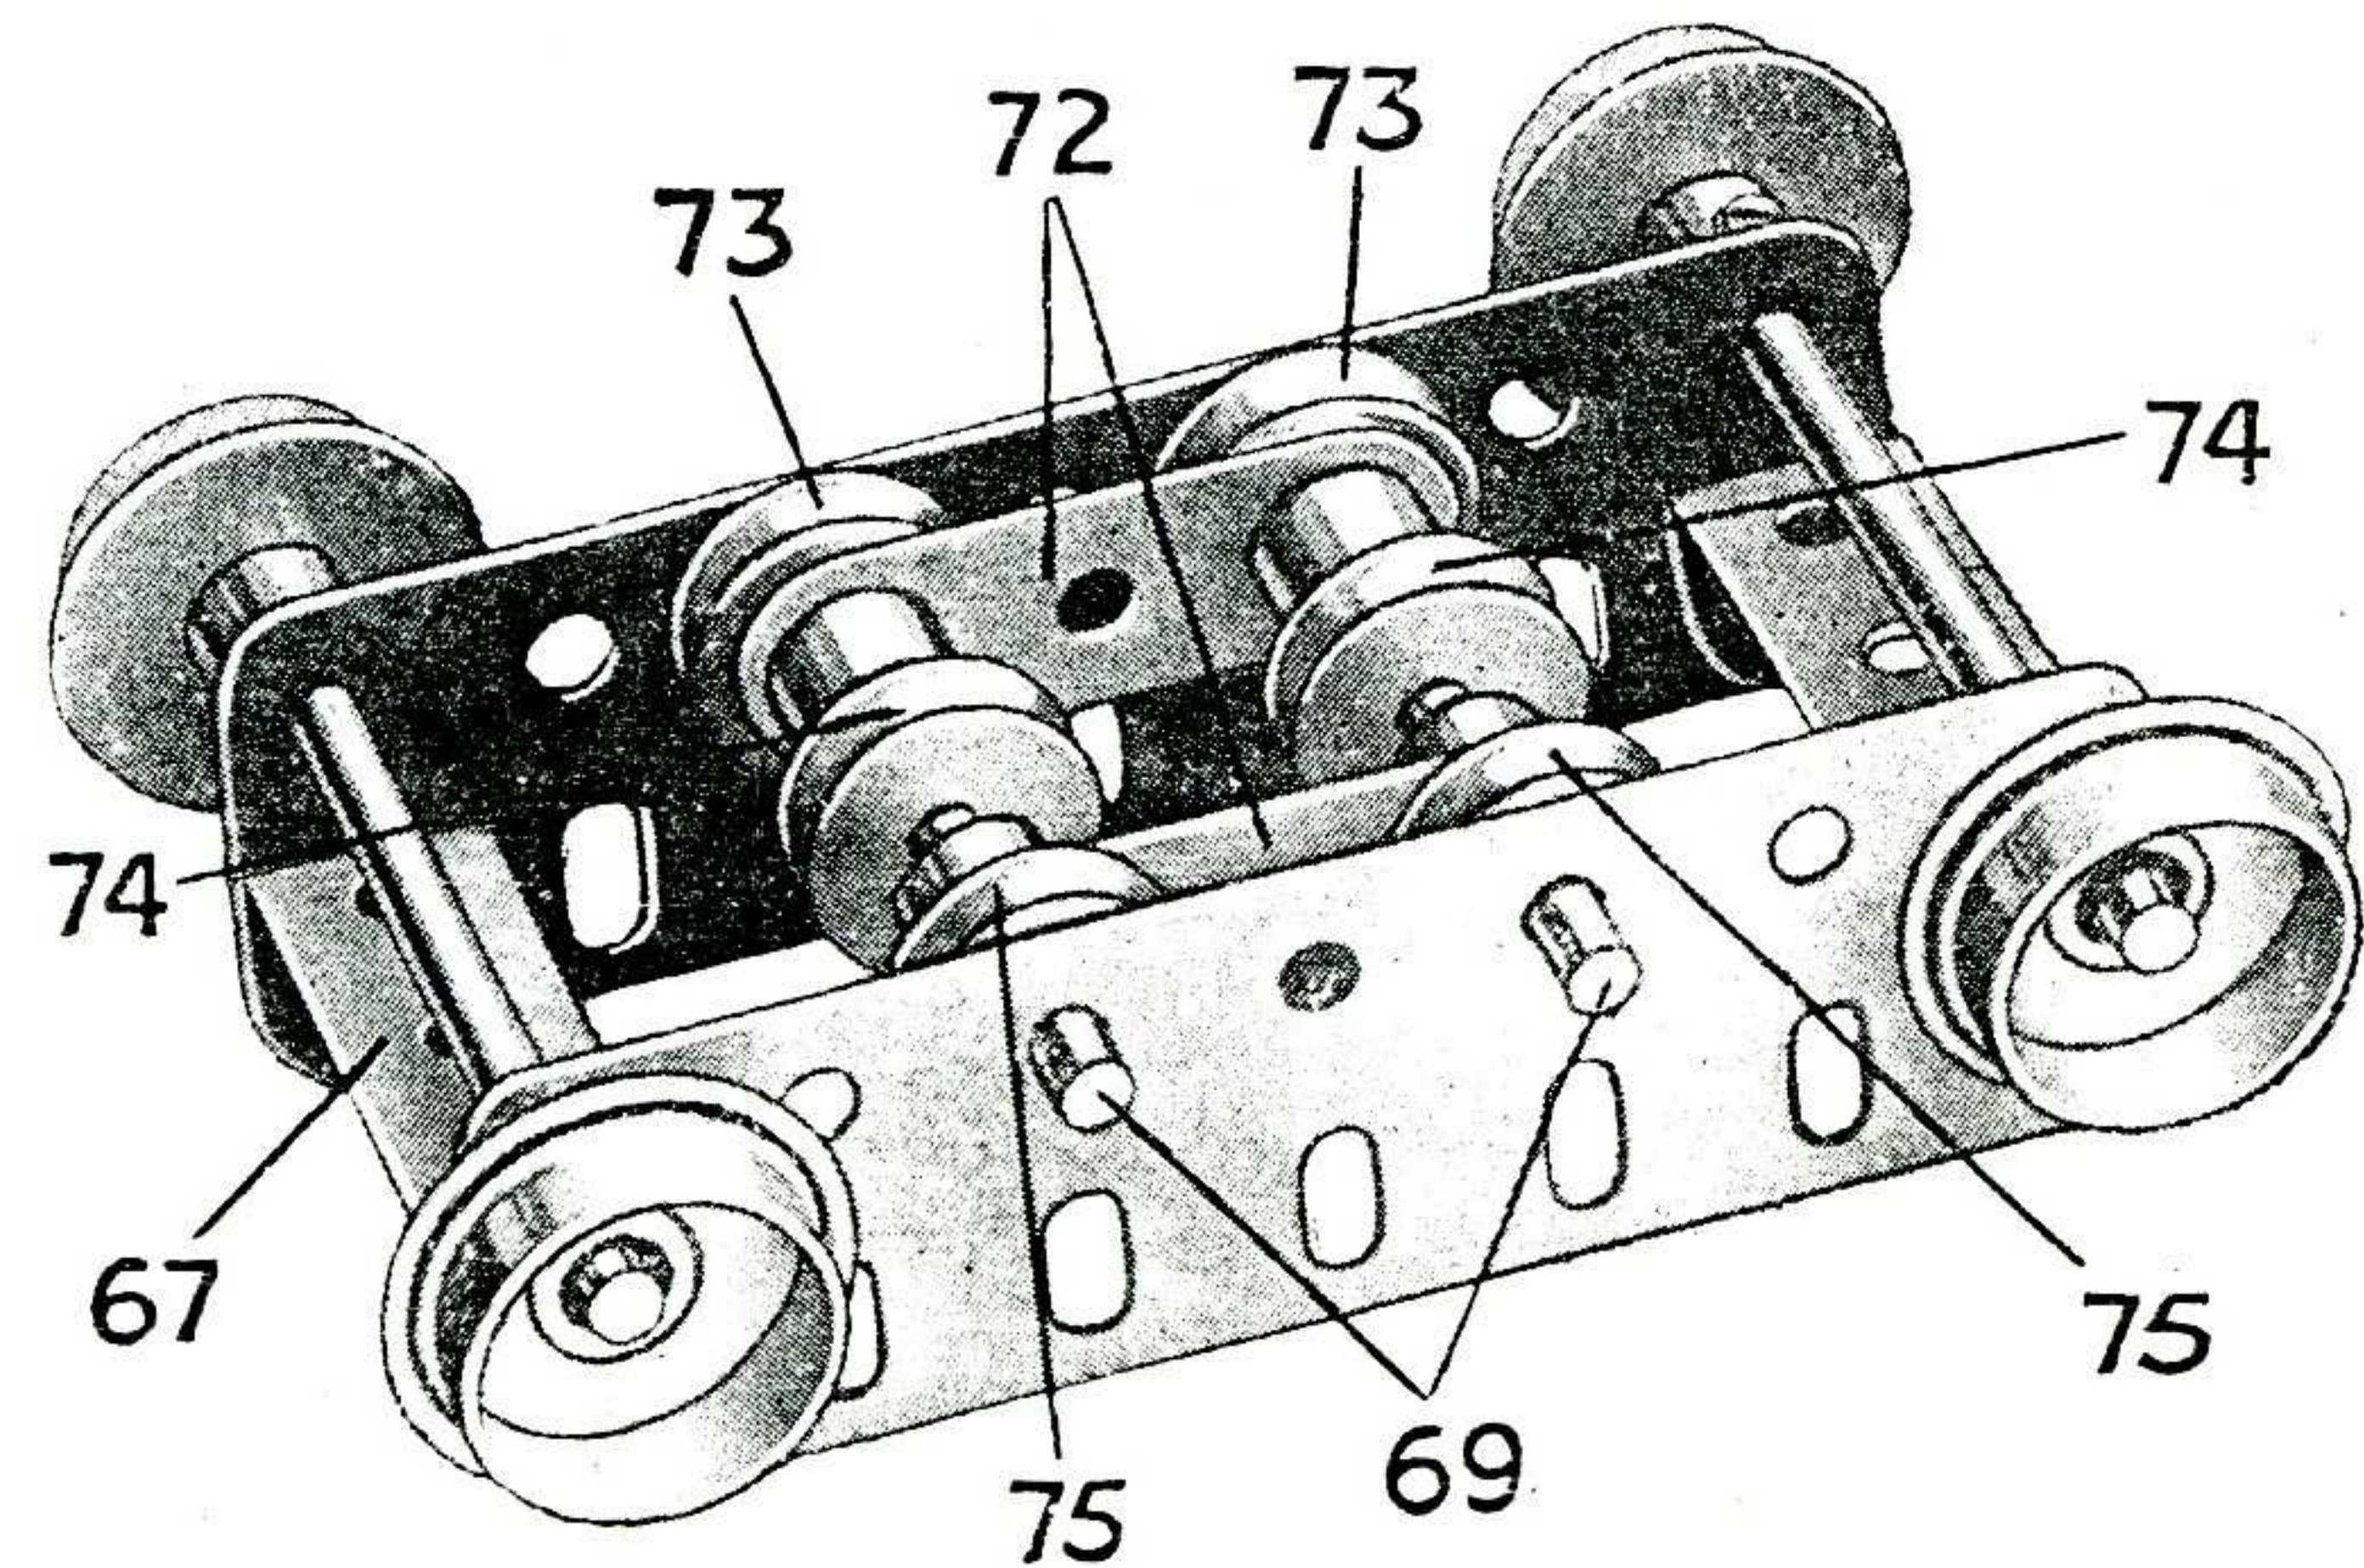

Fig. 7. Chariot montrant les poulies guides des câbles de suspension
Deux poutrelles plates de 9 cm constituent les côtés du trolley (Fig. 7). Ils sont réunis par deux bandes courbées de  $38 \times 12$  m/m (67), et les trous extrêmes des poutrelles constituent des supports pour des tringles de 75 m/m supportant les 4 roues à boudin de 19 m/m, fixées aux tringles de 75 m/m. Deux tringles de 5 cm (69) pénètrent dans les poutrelles plates de 9 cm et portent deux bandes de 3 trous (72) et trois paires de poulies folles de 12
de la benne s'arrête dans le pylone juste au dessus du truck. La tringle (100) est disposée juste au dessus de la tringle de 29 cm (95), et porte une roue dentée de 57 dents qui doit engrèner avec un pignon de 12 m/m (102), cette roue est rattachée par l'intermédiaire d'une Chaîne Galle sans fin à une roue dentée semblable (92) sur l'arbre du rouleau en bois (90). Une corde enroulée sur ce rouleau passe sur une poulie folle de 25 m/m (73) dans le chariot de la benne (Fig. 7), sur une roue à boudin de 19 m/m (85) de la benne